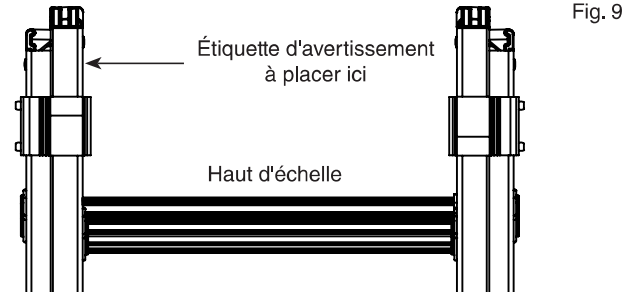

Fig. 9
10. Ajoutez une étiquette d'avertissement en haut à l'intérieur du rail d'échelle de partie coulissante. (Fig. 9)